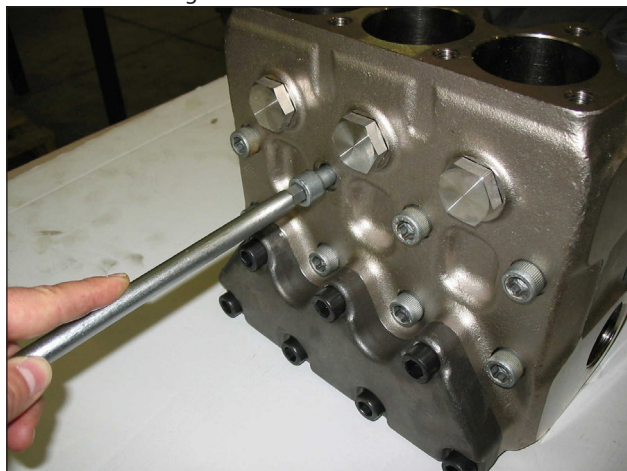

Fig. 21
A) Dévisser les vis de fixation de la culasse M12x150 comme le montre la Fig. 21.